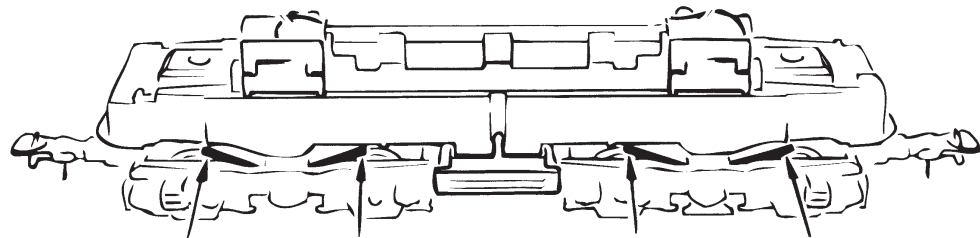
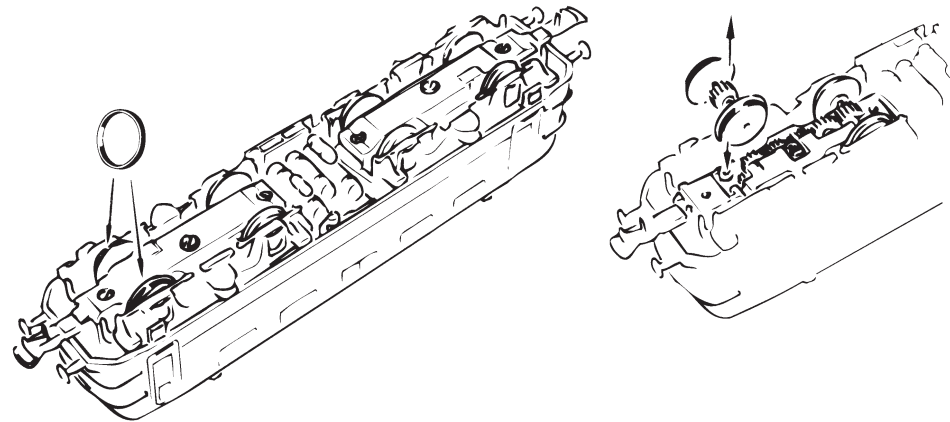
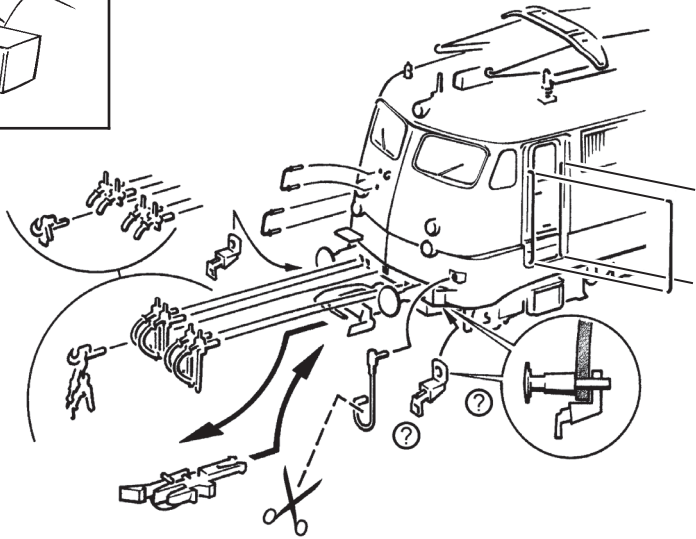

Fig. 7
Fig. 9
Fig. 3
2. Schmierung: Versehen Sie die im Schmierplan in Fig. 7 gekennzeichneten Stellen mit nur **kleinen Öltropfen**. Dazu zuerst das Lokgehäuse abnehmen (Fig. 3). Wir empfehlen den **ROCO Öler Art.-Nr. 10906**. Fürs Schmieren der Getriebeteile (Zahnräder, Schnecke) empfehlen wir das **ROCO-Spezialfett Art.-Nr. 10905**. Im Falle der Schmierung diese Teile **nicht ölen**.
Mehrzugbetrieb: Zuerst Lokgehäuse abnehmen (Fig. 3). Danach den Brückenstecker aus der Schnittstelle entfernen (diesen sorgsam aufbewahren). Danach den Stecker des Steuerbausteins lagerichtig einsetzen (siehe Fig. 5).
4. Kohlebürstenwechsel: Lokgehäuse abnehmen (Fig. 3). Danach wird der Motor ausgebaut und die Kohlebürsten ausgewechselt (Fig. 9).
2. Lubrication: Apply **tiny oil drops** to spots marked in fig. 7. Prior to lubrication dismantle locomotive (fig. 3). We recommend using item no. **10906, Roco oiler**. For lubrication the gearparts (e.g. cogwheels, worm) we would recommend our Roco **special grease** (item no. **10905**).
4. Carbon Brush Changing: First remove loco body (fig. 3), and then the motor (fig. 9).
2. Graissage: N'appliquez **qu'une tout petite goutte** aux endroits indiqués par le plan de graissage (fig. 7) après avoir démonté la caisse de la locomotive (fig. 3). Nous vous recommandons **le graisseur à huile Roco réf. 10906**. Pour graisser les engrenages (roues dentées, vis sans fin) nous vous conseillons la **graisse spéciale Roco réf. 10905** pour engrenages en matières synthétiques. Lorsque vous utilisez cette graisse il faut éviter d'huiler ces composants.
4. Remplacement des balais du moteur: Démontez la caisse (voir fig. 3). Démontez ensuite le moteur et échangez le balais (fig. 9).